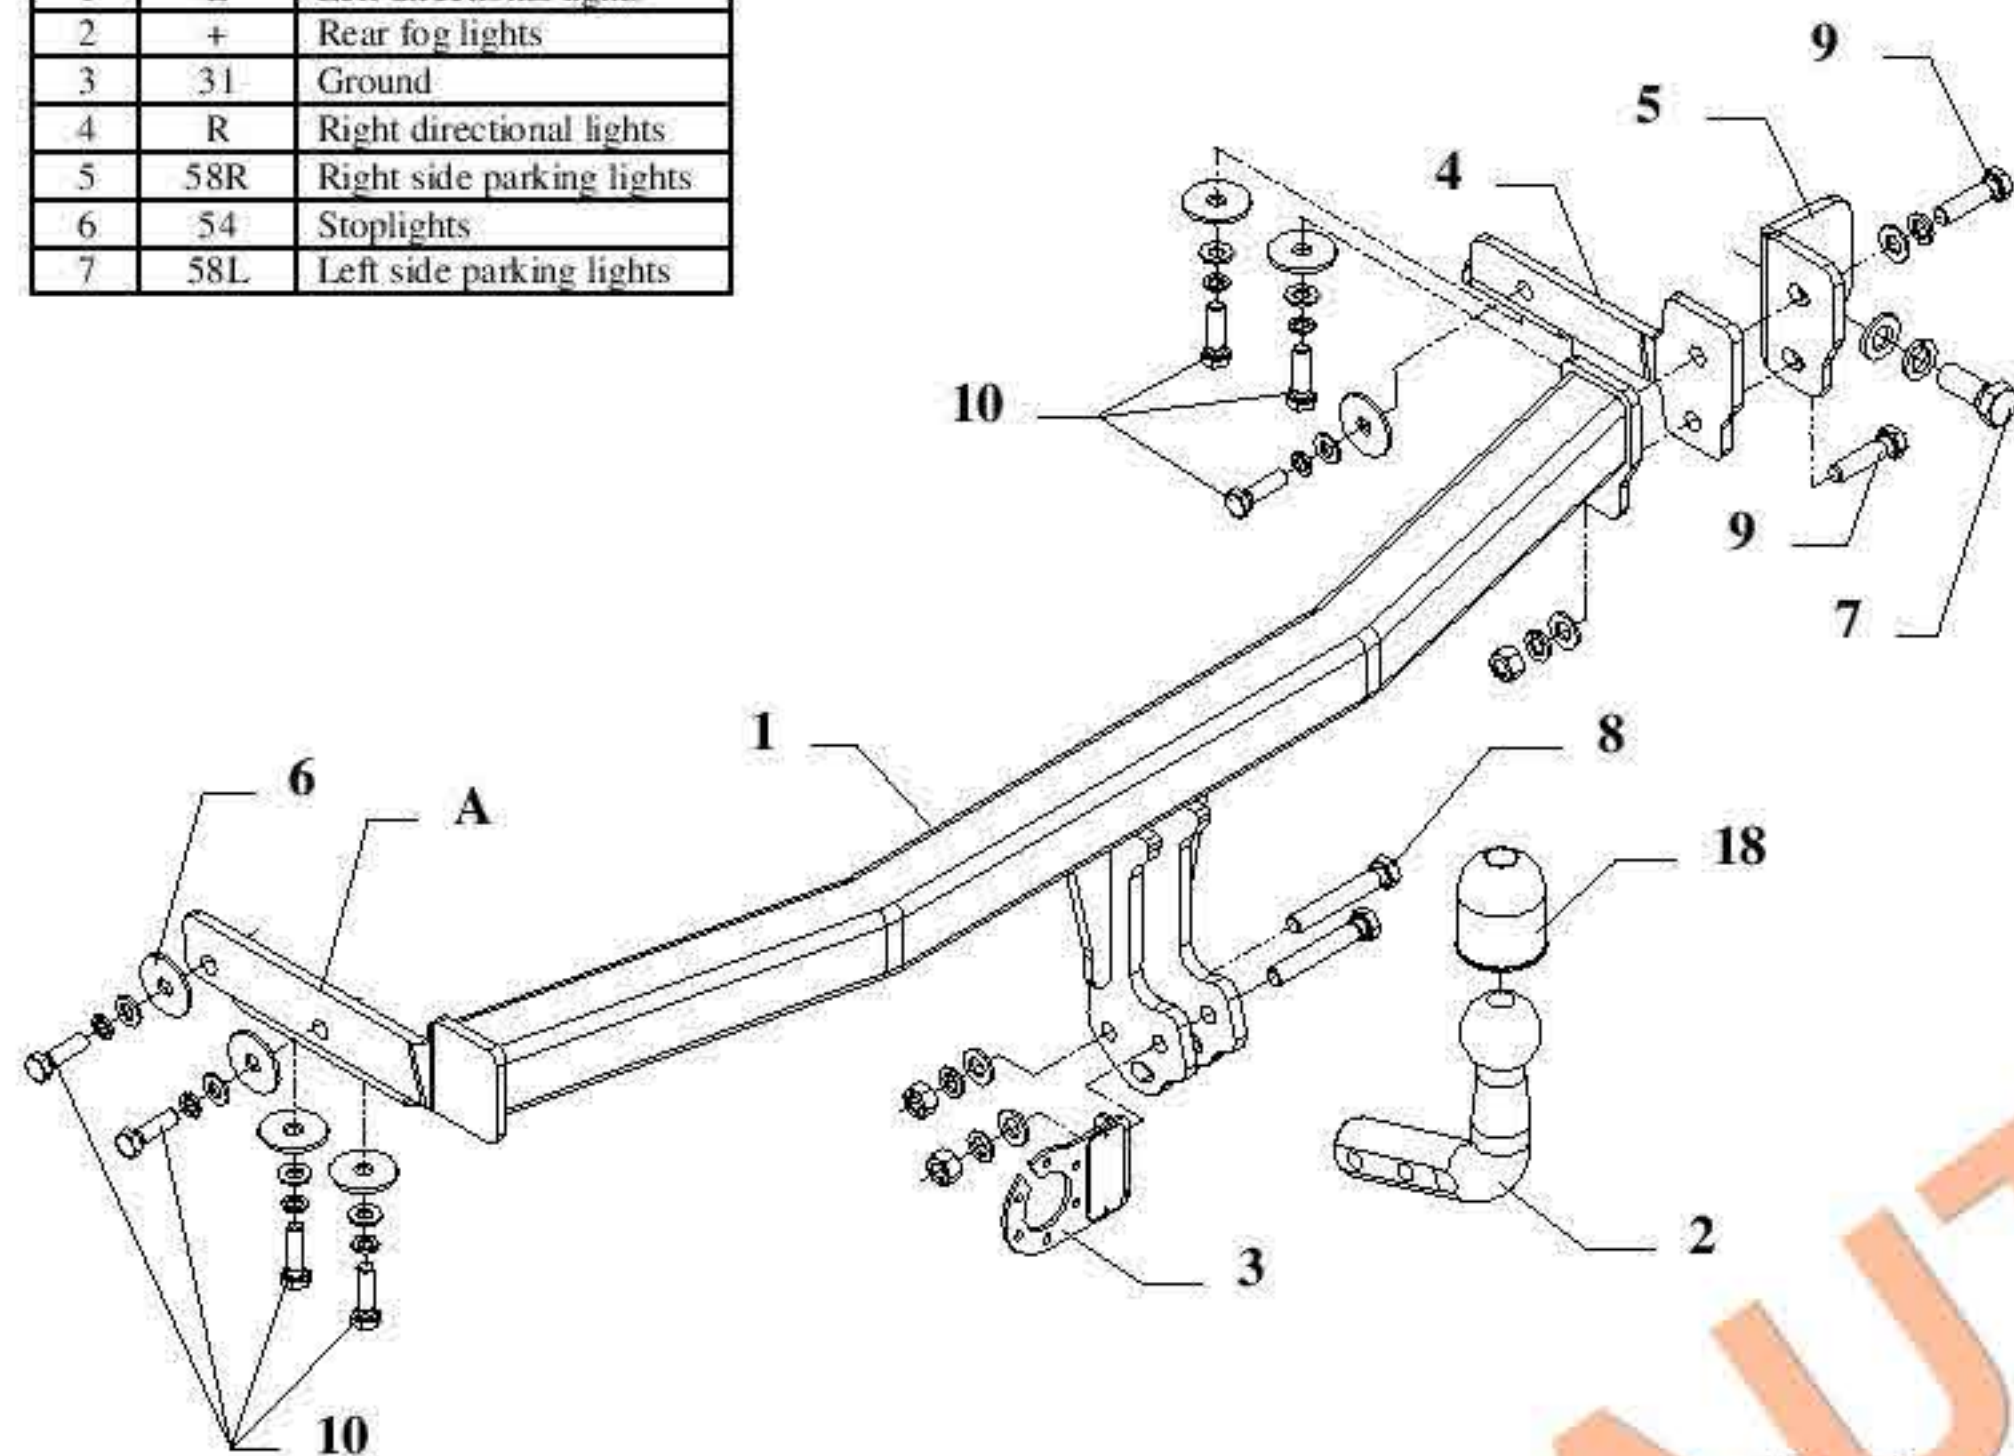

Fig. 1
3. Pune-o parte principală a carligul de remorcare (poz. 1) (partea A, membru șasiu din stânga) și șurub vag cu șuruburi M10x35 și șurub împreună cu consola montate (poz. 4) și element de unghi (poz. 5) cu ajutorul șuruburilor M12x45mm (poz. 9), așa cum se arată în Fig. 1.